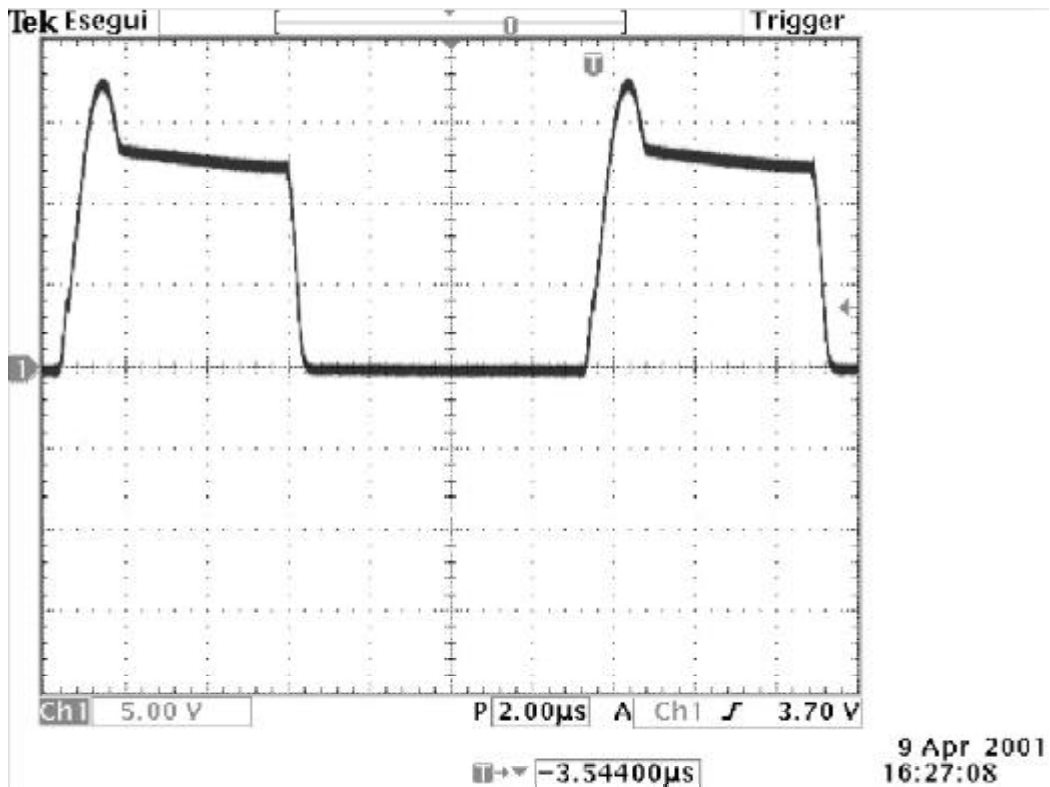

FIGURA 9A
- **GATE RAMO BASSO.** Dopo avere aperto il circuito del primario, scollegando uno dei due faston, verificare la forma d'onda posizionando la massa sul terminale - del ponte; con la sonda controllare tutti e 4 i gate dei mosfet di questo ramo, (vedi foto 9) e verificare che ciascuna forma d'onda corrisponda nel particolare al diagramma di figura 9A e nel periodo al diagramma 9B.